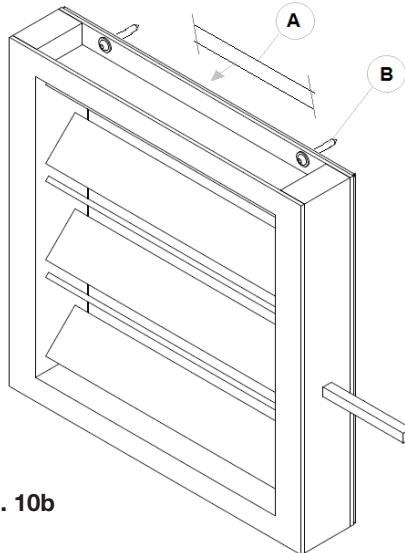

Fig. 10b
- Ciascuna serranda è fornita di preforature sulla cornice di accoppiamento e da kit a corredo composto da guarnizione adesiva perimetrale (A) e viti autoforanti (B), come indicato in **fig. 10b**.